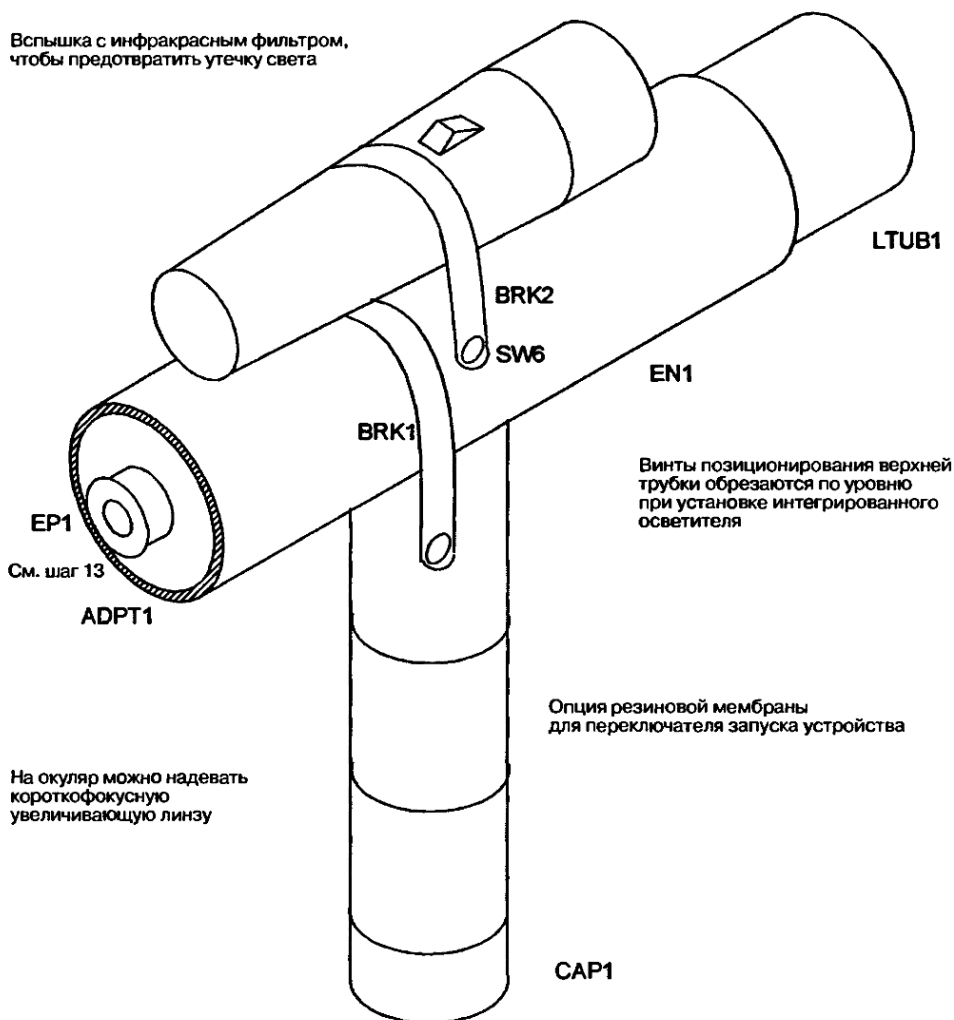

Рис. 23.5. Общий вид устройства после сборки
12. Наконец, завершите сборку устройства, как показано на рис. 23.5, установите источник инфракрасного фильтрованного света. Вы должны предотвратить утечку света, используя герметик или другие средства.